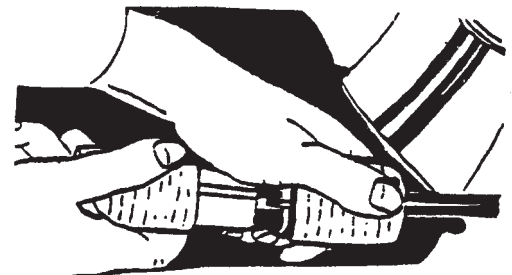

Figure 3
2. Vérifier que le commutateur de commande est sur "OFF". En position "OFF", le commutateur est tourné vers l'opérateur. Voir les marquages sur le commutateur. Raccorder le câble d'alimentation au câble électrique du moteur. (Figure 3)